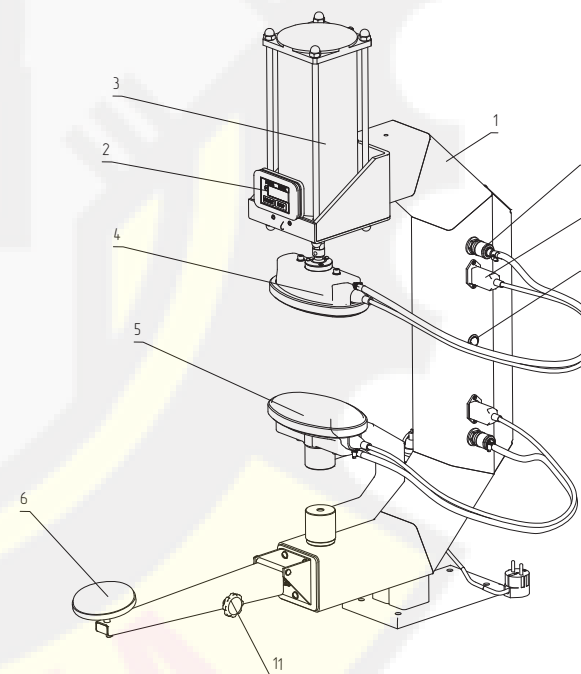

Рис. 1.1
- 4.1. Процесс ремонта резиновых изделий с помощью вулканизатора «Этна-П» заключается в сжатии между прижимами подготовленного к ремонту участка, где под действием тепла от нагревательных элементов происходит сваривание вулканизирующейся ремонтной резиновой смеси с материалом ремонтируемого изделия. Для равномерного распределения рабочего усилия по всей площади ремонтируемого участка и формирования его поверхности в пневмокамеры поступает сжатый воздух, который изменяет форму их поверхностей. Внешний вид вулканизатора, его основные части, узлы и органы управления приведены на рис. 1.1, 1.2, 1.3.